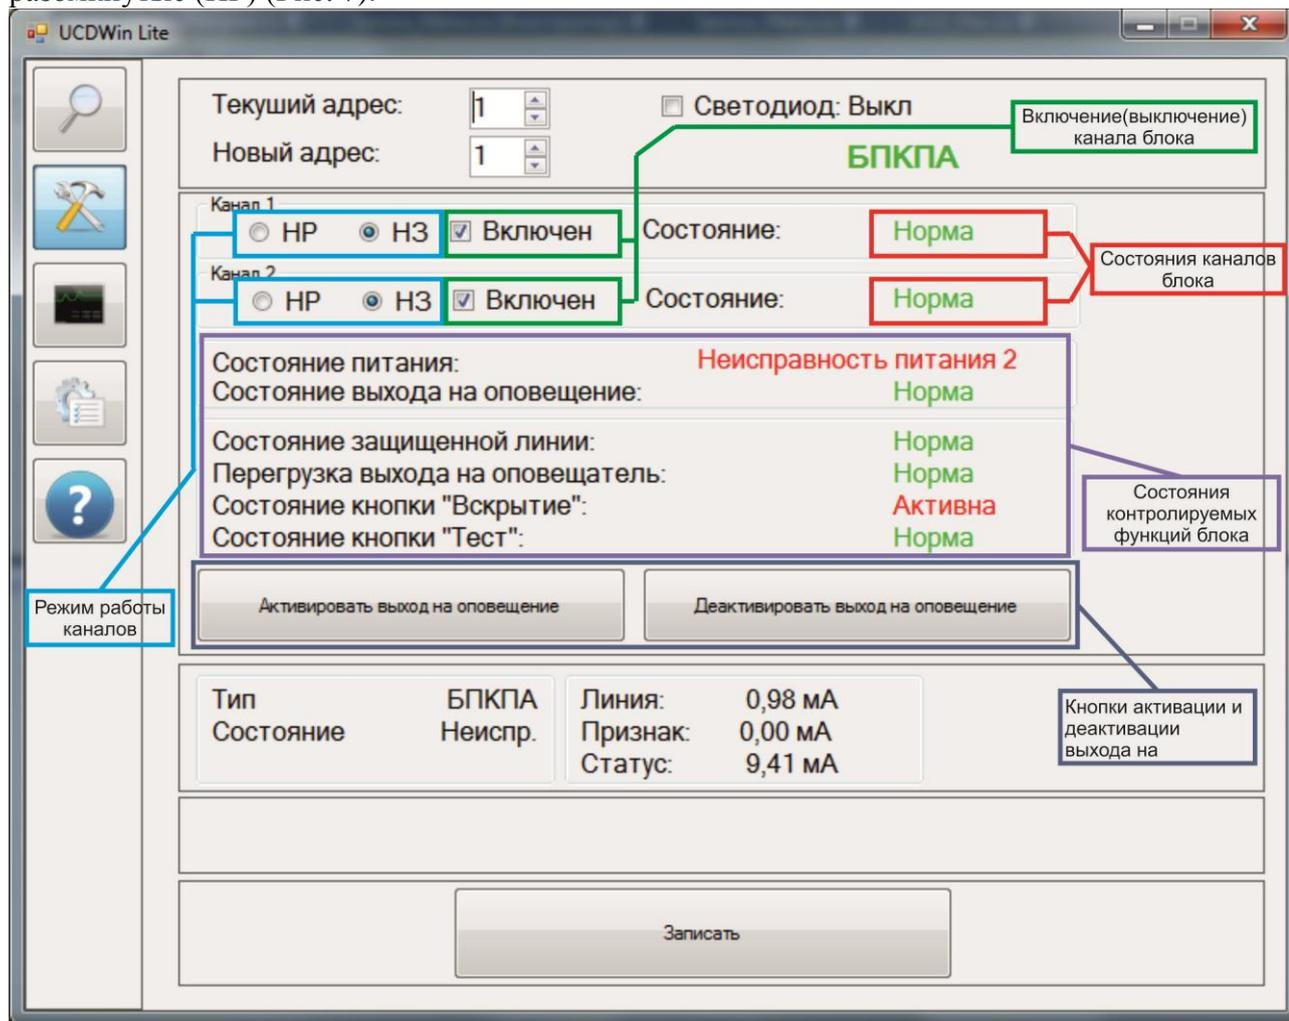

Рис.7. Диалоговое окно изменения параметров блока БПКПА, БПА
6.2.2 Для блоков БПКПА, БПА существует возможность включить или отключить любой из двух подшлейфов и изменить тип его контакта на нормально замкнутые (НЗ) или нормально разомкнутые (НР) (Рис. 7).